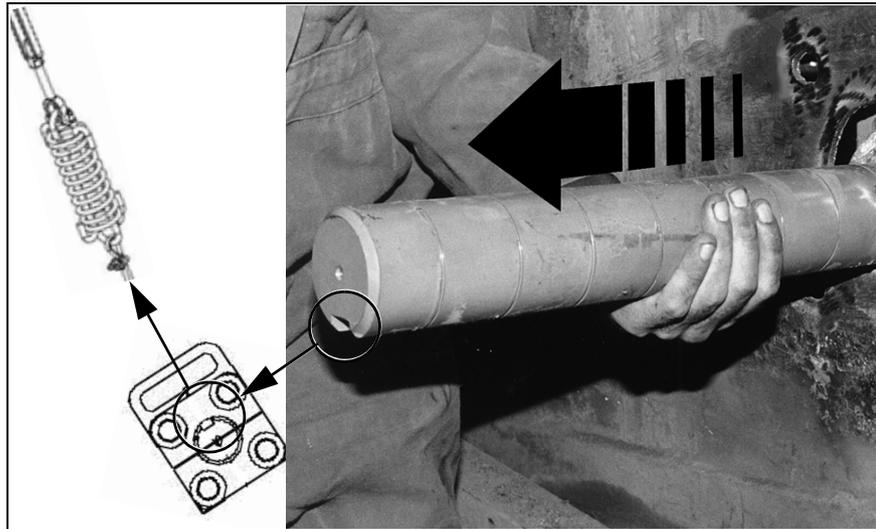

Abb. 4: Ausrichtung der Achsendstummel
2. Bei der Installation darauf achten, dass die Nut der Achsendstummel in Richtung der Spannvorrichtung ausgerichtet ist. (Abb. 4)